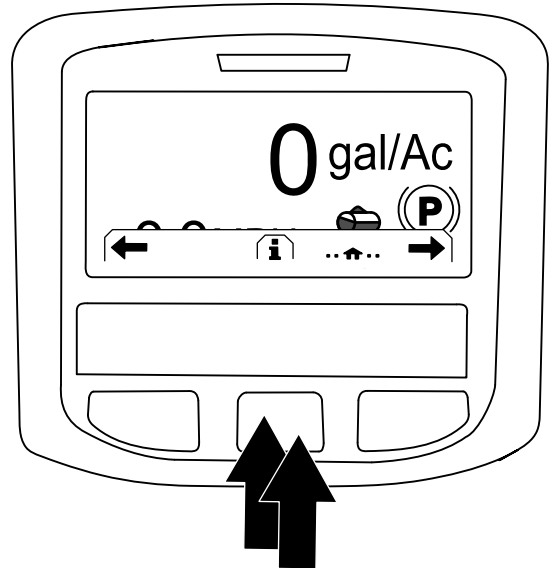

Bild 227
2. Drücken Sie auf dem Homebildschirm die mittlere Taste auf dem InfoCenter, um den Navigationsbildschirm zu öffnen (Bild 227)
3. Drücken Sie die mittlere Taste auf dem InfoCenter, um auf das Hauptmenü zuzugreifen (Bild 227).